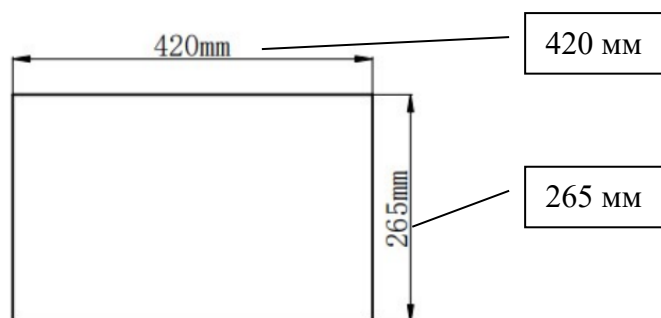

Рис. 1 – Модель 45 см
2. Просвердліть отвір у шафі, розміром 420 x 265 (мм) для моделі 45 см. Див. рис. 1. Переконайтеся, що відстань між краєм отвору та краєм шафи становить щонайменше 35 мм.